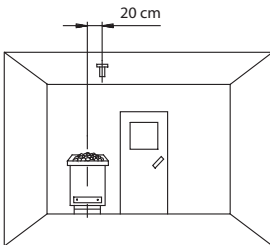

Bild 7
OBS: nedanstående måttuppgifter syftar på de värden som angavs vid apparatprovningen enl. EN 60335-2-53. I princip skall aggregatsensorn monteras på den plats där man kan förvänta sig de högsta temperaturerna. En överblick över sensorns monteringsplats visas i bild 7 - 9.
1. Aggregatsensorn monteras i bastur upp till storlek 2 x 2 m enligt bild 7 och 8, i större bastur enligt bild 7 och 9.